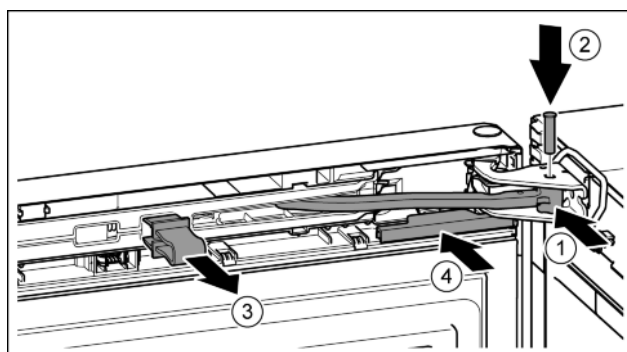

Fig. 49
- Otočte kloub ve stojanu ložiska. Fig. 49 (1)
- Vložte čep do stojanu ložiska a kloubu. Přitom dávejte pozor, aby byla zajišťovací vačka správně usazena v drážce. Fig. 49 (2)
- Pojistku vytáhněte. Fig. 49 (3)
- Kryt nasuňte. Fig. 49 (4)